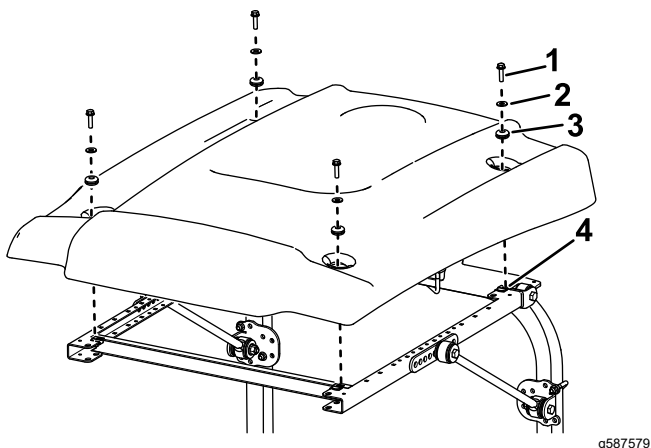

図 49
- 図 49 に示すようにサンシェードをフレームに載せて、取り付け穴を整列させる。
- サンシェードの各コーナー部をフレームに仮止めするフランジヘッドボルト5/16 x 1"1本、小さいワッシャ1枚、ハトメ1個を使用する図 49。